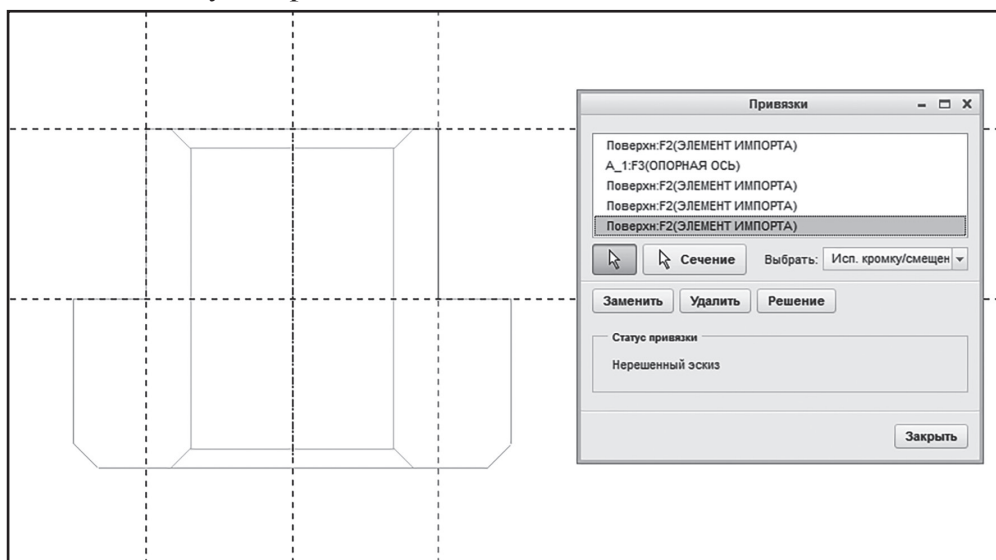

Рис. 4.24. Назначение привязок для указания размеров эскиза
- Обязательно назначение привязок к геометрии, относительно которой будет образмериваться эскиз. На рис. 4.24 показан пример назначения привязок. В качестве привязок на этом рисунке выбраны верхняя грань детали (она же является ссылочной плоскостью); опорная ось (совпадает с осью отверстия детали); боковые грани верхней части детали (в количестве двух штук) и грань, проходящая по середине детали параллельно ссылочной плоскости. Все элементы, выбранные в качестве привязок, обозначаются в среде эскиза пунктирными линиями.